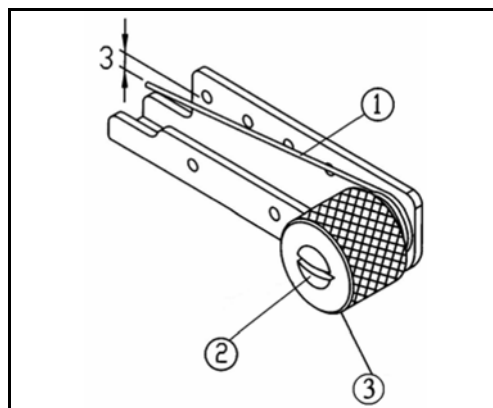

Рис. 26
Край пружины прижима игольной нити ① должен находиться на 3 мм ниже в горизонтальном положении. (Рис. 26).